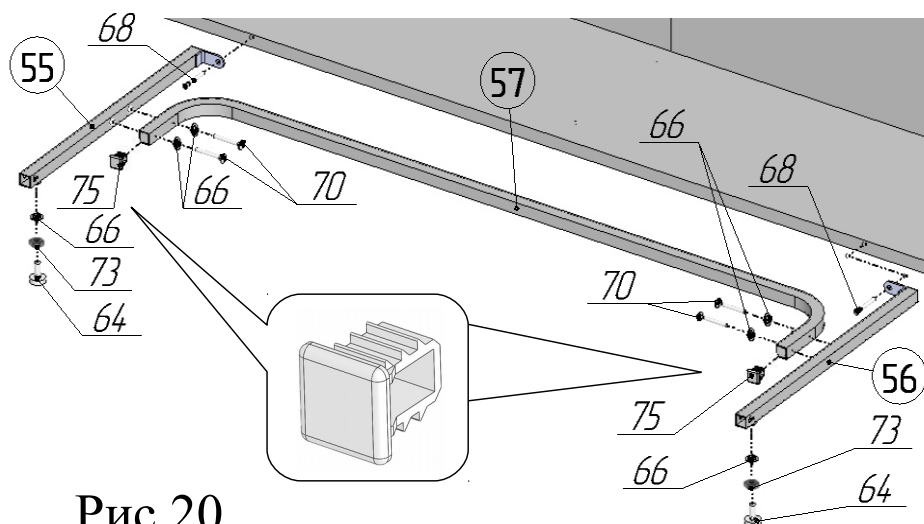
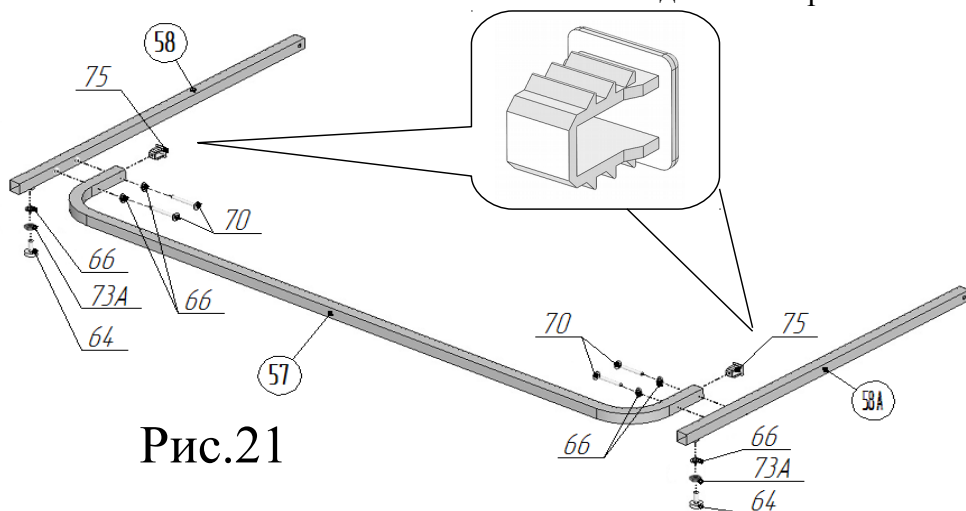

Рис.20
Рис.21
22. В торцы перемычки поз.57 вставить заглушки 20x20 поз.75 в соответствии с рис.20. К перемычке поз.57 присоединить упоры поз.55 и поз.56, используя винты М6х35 поз.70 и шайбы стопорные поз.66 в соответствии с рисунком 20. Во встроенные гайки упоров поз.55,56 ввернуть ножки поз.64, предварительно навинтив на них гайки М8 ГОСТ поз.73 и надев на стержни ножек шайбы стопорные поз.66. Присоединить собранную конструкцию к коробу с помощью винтов-конфирматов поз.68 (рис.20).
23. В торцы перемычки поз.57 вставить заглушки 20x20 поз.75 в соответствии с рис.21. К перемычке поз.57 присоединить ноги поз.58, 58А, используя винты М6х35 поз.70 и шайбы стопорные поз.66 в соответствии с рисунком 21. Во встроенные гайки ног поз.58 и 58А ввернуть ножки поз.64, предварительно навинтив на них гайки М8 ГОСТ поз.73 и надев на стержни ножек шайбы стопорные поз.66. В ноги поз.58 вставить заглушки 20x20 поз.75 в соответствии с рисунком 21. После окончательной сборки стола отрегулировать ножки поз.64, установленные в данном пункте и п.21. Затянуть гайки поз.73 таким образом, чтобы шайбы поз. 66 оказались прижаты к ногам поз.58, 58А (рис.21) и упорам поз.55,56 (рис.20).